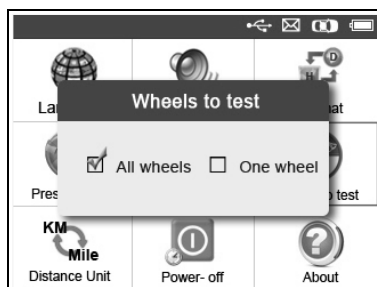

Abbildung 3.8
- 2) Wählen Sie im Bildschirm **Zu testende Reifen** über die Scrolltaste **NACH LINKS/RECHTS** den Modus **Alle Räder** oder **Ein Rad** als Sensortest für das TPMS aus. (Abbildung 3.8)